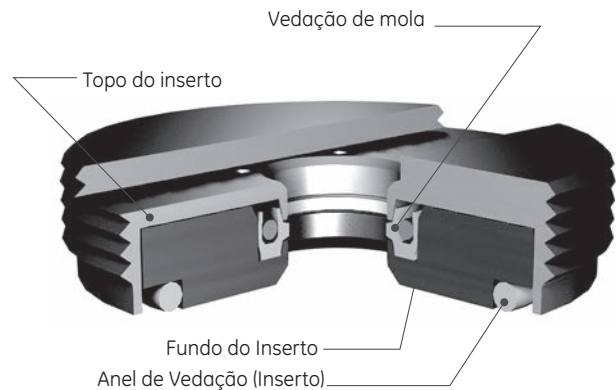

Figura 59: Conjunto do inserto
- e. O Conjunto Final do Inserto é exibido na Figura 59.